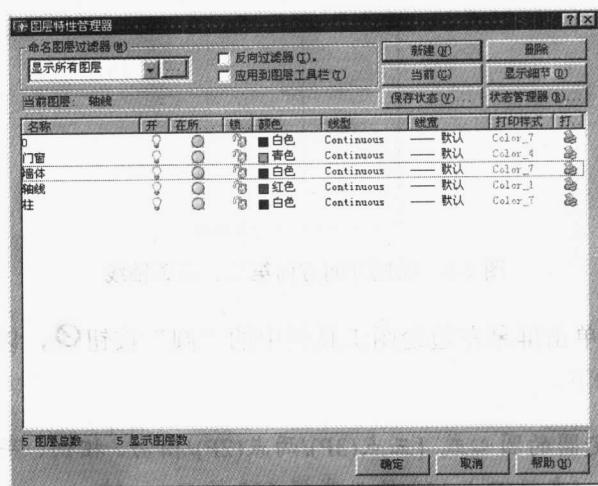

图 1-9 设置图层
(11) 设置图层：单击快捷工具栏中“图层特性管理器”按钮 ，打开“图层特性管理器”对话框，在该对话框中单击“新建”按钮为图层起名字(轴线、墙体、门窗、柱)，如图 1-9 所示。